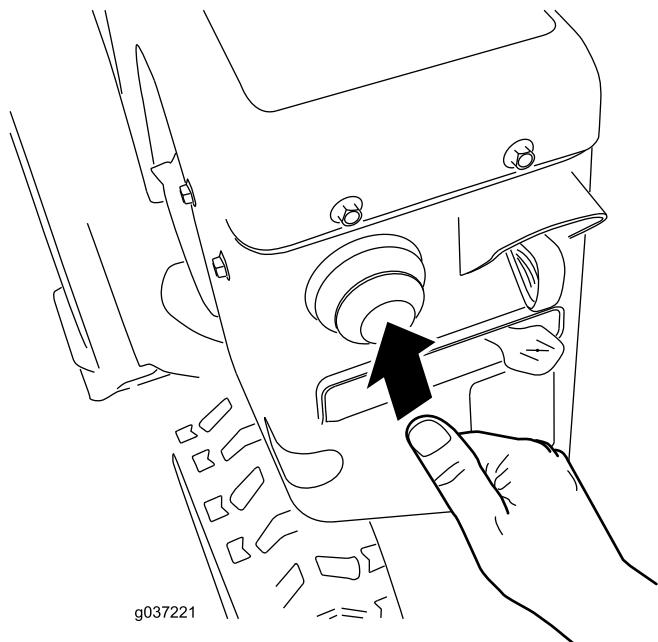

Figura 26
4. Spingete con forza l'iniettore con il pollice, come indicato nella tabella sotto, tenendolo premuto per un secondo prima di rilasciarlo ogni volta (Figura 26).